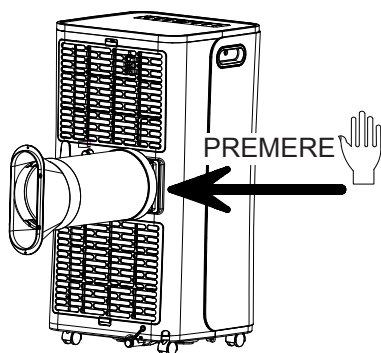

Figure 1
1. Installare il gruppo tubo di calore (come mostrato nella Fig. 1)